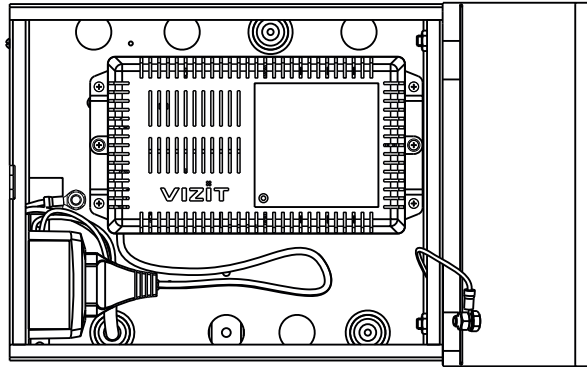

Рисунок 4 - Расположение блока управления **VIZIT** в боксе
- Если конструкция блока вызова предусматривает его заземление, подключите защитный провод блока вызова к клемме (11). Защитный провод соединяется с кабельным наконечником клеммы методом опрессовки.
- Подключите сетевую вилку блока управления / блока питания к розетке (см. рис. 4, 5).